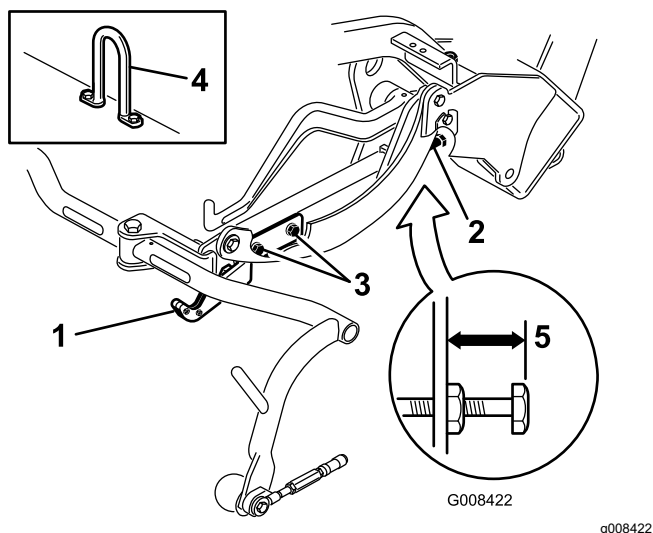

Figura 12
3. Sugli apparati di taglio dotati di un gancio di sollevamento sfalsato (riquadri Figura 11 e Figura 12), verificate che la distanza dalla parte superiore della vite di regolazione del telaio portante alla parte posteriore del telaio portante sia pari a 22 mm. Se la distanza non è di 22 mm, passate al punto 4. Se l'elemento di taglio è dotato di gancio di sollevamento sfalsato (Figura 10), passate al prossimo punto.
Controllate l'altezza di trasferimento (Figura 11 e Figura 12) e regolatela se necessario.
4. Allentate le viti di montaggio della piastra di trasferimento (Figura 11, Figura 12 e Figura 10).
7. Se i telai portanti non si trovano alla stessa altezza, allentate il controdado della vite di regolazione del telaio portante (Figura 10, Figura 11 e Figura 12). Ruotate la vite, svitandola per sollevare il telaio e avvitando per abbassarlo. Serrate il controdado una volta raggiunta l'altezza corretta.